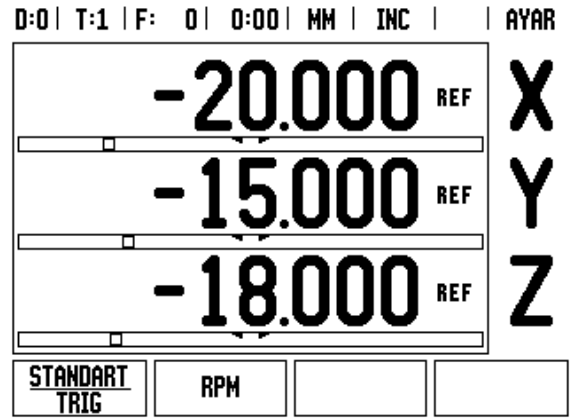
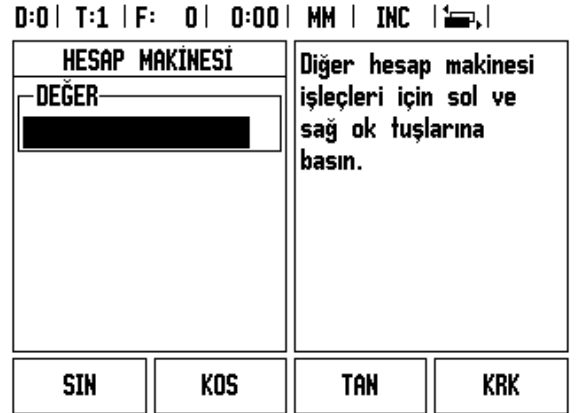

Fig. I.20 Hesap makinesi ekran tuşları
Fig. I.21 Standart/Trig işlevi ekran tuşları
**STANDARD/TRIG** ve **RPM** ekran tuşlarına erişmek için HESAPMAK mekanik tuşuna basın. Bkz: Fig. I.20 & Fig. I.21.